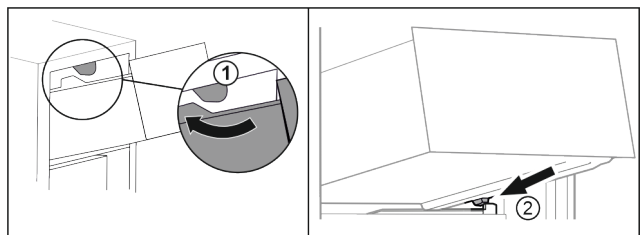

Fig. 61
- ▶ Прокарайте чекмеджето около горните ограничители. Fig. 61 (1)
- ▶ Поставете чекмеджето под ъгъл зад долните ограничители върху реброто на съда. Fig. 61 (2)